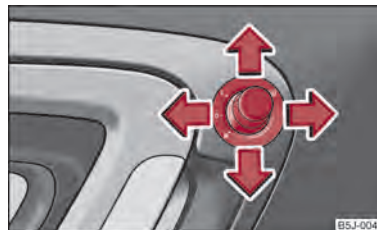

Fig. 36 Interiorul ușii: Buton rotativ
- Aduceți butonul rotativ în poziția  ⇒ fig. 36.